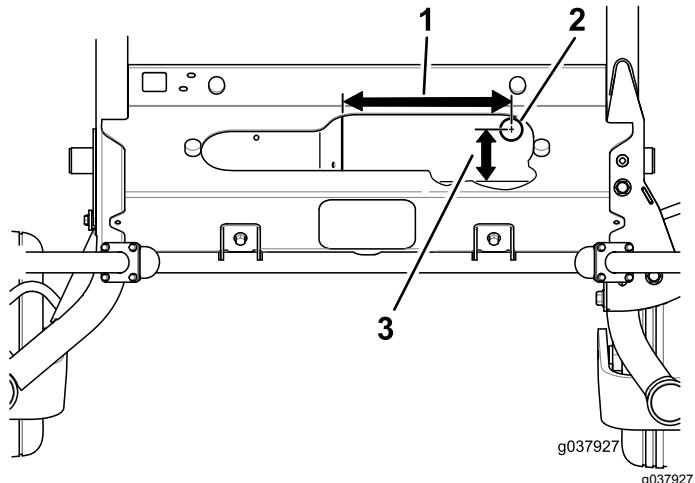

Bild 4
4. Bohren Sie die Löcher, wie in Bild 4 abgebildet.